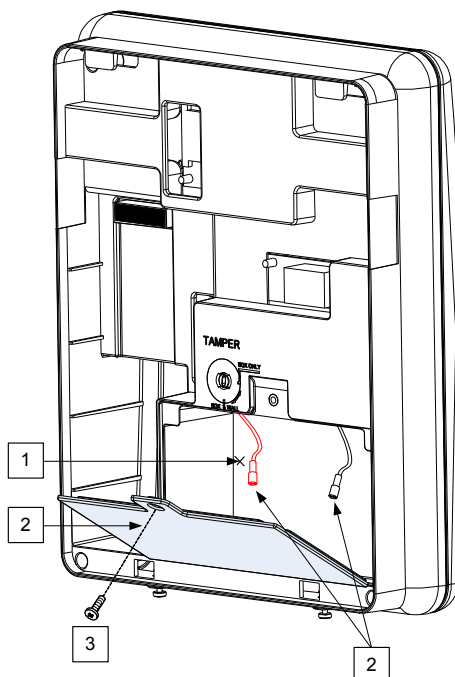

Figura 5: Vano Batteria
1. Rimuovere la vite del coperchio del vano batteria (vedi 3, figura 5) nella parte superiore del coperchio, ruotandola in senso antiorario e tirare verso l'alto il coperchio del vano batteria.